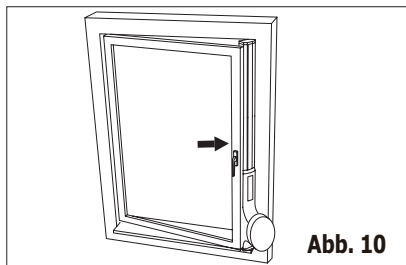

Abb. 10
2. Setzen Sie die ausziehbare Fensterleiste in das Fenster. Passen Sie die Länge der ausziehbaren Fensterleiste entsprechend der Fensterhöhe an (Abb. 10).